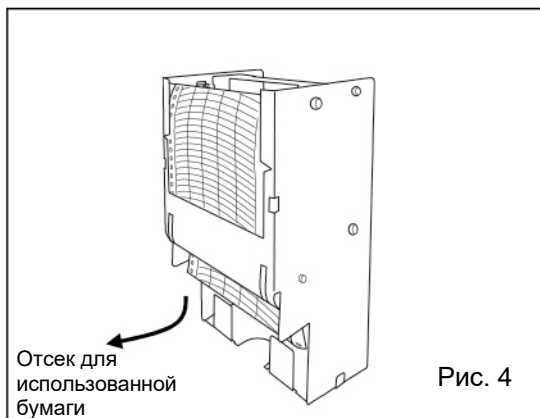

Рис. 4
5. Извлеките батарею (Рис. 4).
Центр бумаги для регистрации разделен на 32 равные секции. Линии, идущие от этих линий, служат в качестве 32-хдневной шкалы времени (Рис. 4).